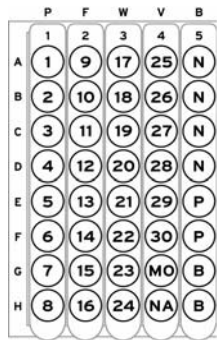

Figure 1
8. Ajouter 50 µl du contrôle approprié ou de l'échantillon dans les puits tel qu'indiqué à la figure 1. Ajouter le sérum de patient à tous les puits numérotés ainsi qu'aux puits NA et MO.